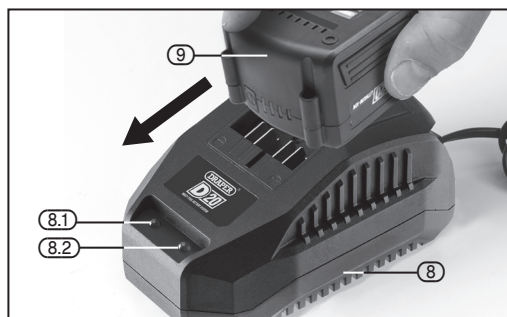

FIG. 5
6.5 BATTERY PACK CHARGING – FIGS. 5 – 6